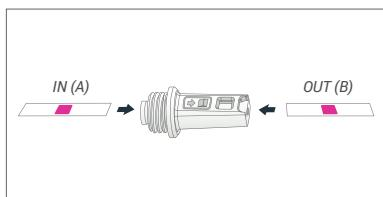
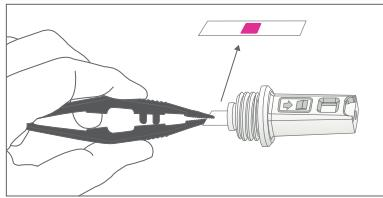

Figure 2
Figure 3
4. Colocar un Indicador de Lavado Chemdy® Lumenia CDWE en la cavidad interna del dispositivo de manera que el test soil quede orientado hacia arriba (Fig. 2). **ATENCIÓN:** Antes de colocar el indicador en el dispositivo remover el papel autoadhesivo del mismo. Asegurar el indicador dentro de la cavidad con ayuda de la pinza provista, de modo que el mismo quede adherido al dispositivo firmemente (Fig. 3).
4. Place a Chemdy® Lumenia CDWE cleaning indicator in the inner cavity of the device in a way that the test soil is facing upwards (Fig.2). **WARNING:** Before placing the indicator in the device, remove the self-adhesive paper. Make sure that the indicator is firmly adhered to the device by using the provided tweezer (Fig.3).